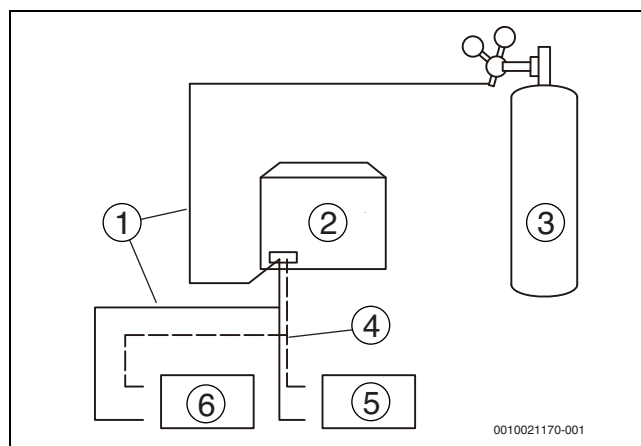

Fig. 32
4. Utiliser des bouchons pour obstruer toutes les ouvertures du côté liquide (ou gaz), à l'exception de l'ouverture située au niveau de l'unité intérieure la plus éloignée des unités extérieures («Unité intérieure A» dans la figure 32).